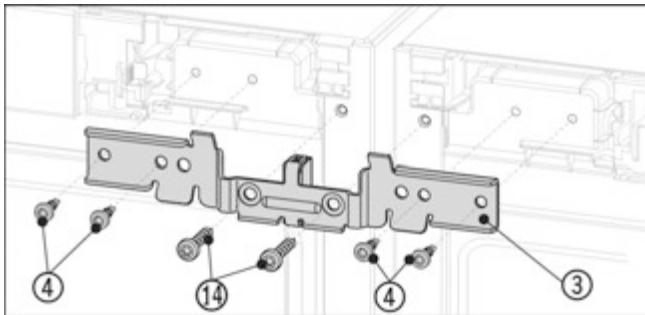

Fig. 13 Приблизне відображення
- Всунути кут Fig. 13 (3) з дистанційною прокладкою між пристроями і на цапфу. Трохи прикрутити кут з допомогою чотирьох гвинтів Fig. 13 (4) та заздалегідь викрученіх гвинтів заземлення Fig. 13 (14) поперемінно зліва та справа.